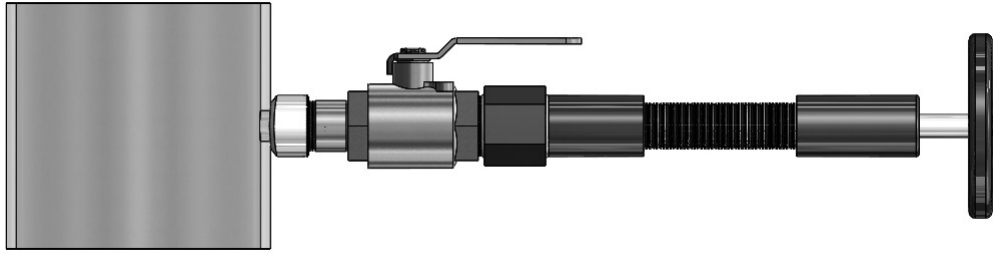

图 5.在线开孔工具
- 当探头截止阀处于全开位置时，安装适当的在线开孔工具（参见图 5），并在管道上钻孔（孔径参照下表）。按照在线开孔工具的说明进行操作。